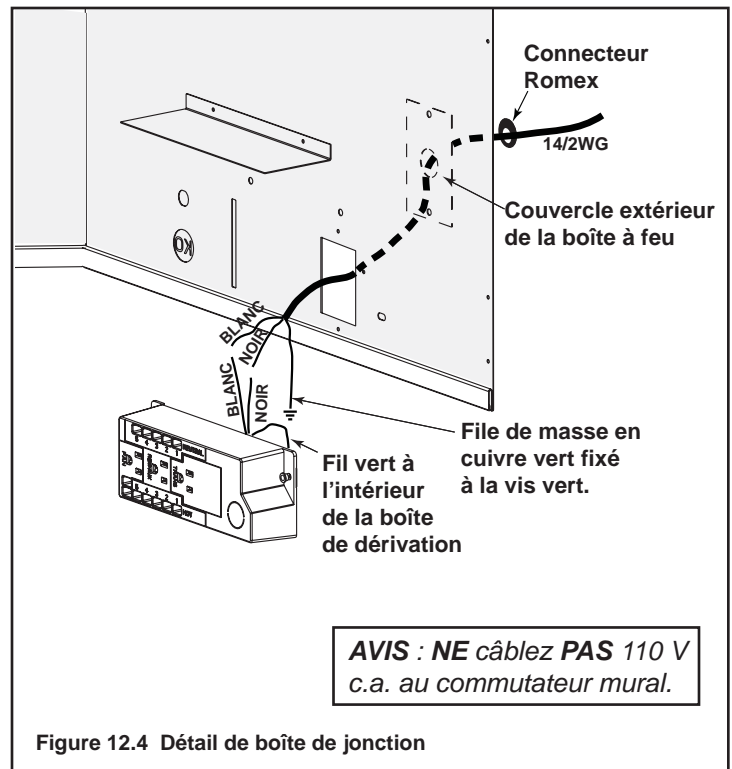

Figure 12.4 Détail de boîte de jonction
- Une boîte de dérivation de 110 V c.a. DOIT être installée pour être utilisée avec le ventilateur ou la télécommande. Voir la Figure 12.4 pour le câblage de la boîte de dérivation). S'assurer que les câbles sont aussi courts que possible.
- Enlevez les vis qui attachent la boîte de dérivation au mur extérieur, tournez la boîte de dérivation vers l'intérieur pour la détacher de la paroi extérieure (voir la Figure 12.4).
- Tirer les câbles de l'extérieur du foyer à travers cette ouverture jusqu'à la boîte de valve et fixer les fils à l'aide d'un connecteur Romex. Voir la Figure 12.4.